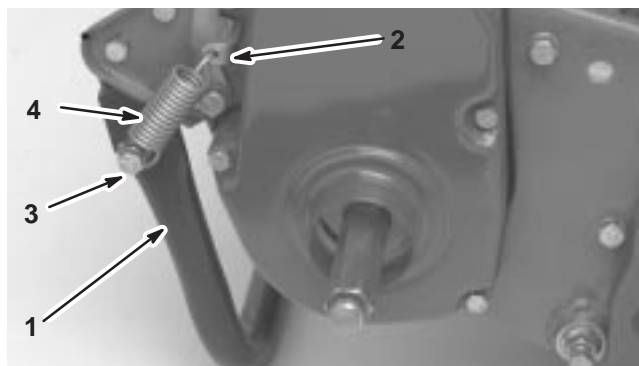

Figure 3
- Accrochez le ressort au trou de la patte d'accrochage du ressort et sur la cale de retenue, et alignez les trous de montage de la béquille avec ceux du bâti arrière (Fig. 3).
- Montez la béquille de chaque côté du bâti à l'aide d'une vis, d'une rondelle-frein, d'une rondelle-entretoise plate et d'un contre-écrou (Fig. 3). L'entretoise doit être placée dans le trou de montage de la béquille.